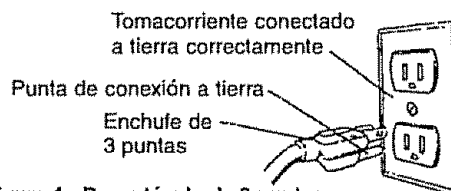

Figura 4 - Receptáculo de 3 puntas
- Esta herramienta viene equipada con un cordón de 3 conductores aprobado, con capacidad de 300 V y con un enchufe de 3 puntas del tipo de conexión a tierra (Figura 4) para su protección en contra de los peligros de choque eléctrico.
- El enchufe de conexión a tierra se debe enchufar directamente en un receptáculo de conexión a tierra de 3 puntas, conectado a tierra e instalado correctamente, como se muestra (Figura 4).